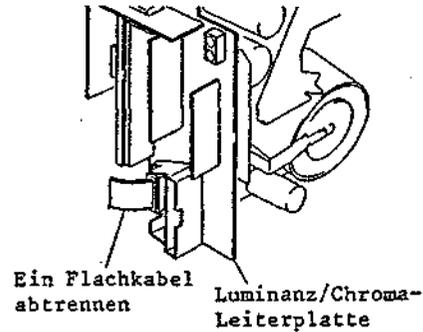

Abb. 2-17 Ausbau der Luminanz/Chroma-Leiterplatte
5. Ein (1) Flachkabel (CN1) abtrennen (siehe Abb. 2-17).